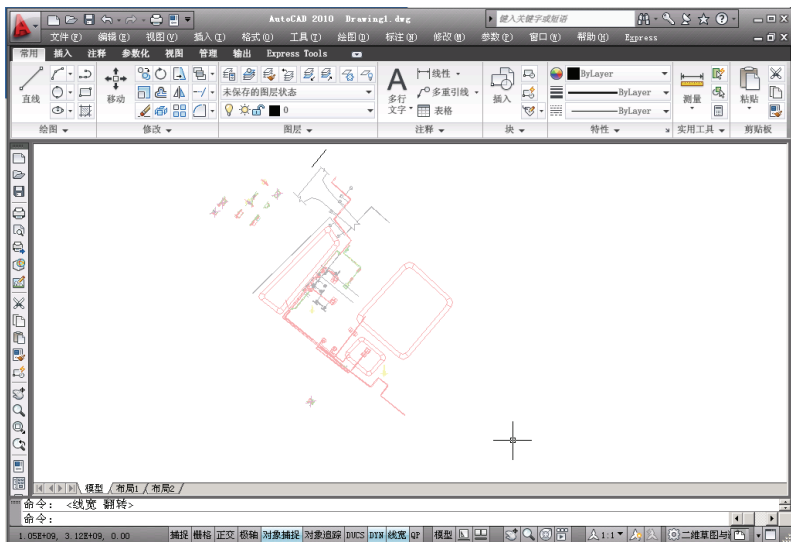

图 7-11 拖动插入示例图二
(4) 与回答“插入”命令时一样回答以上各参数。
(5) 结果如图 7-11 所示, 在绘图区插入了所选的图形文件。